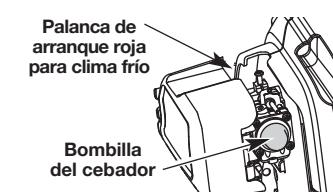
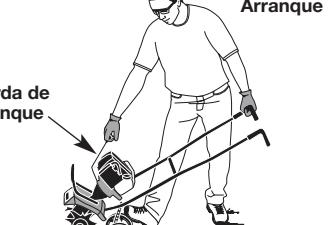

Fig. 5
Fig. 6
SI ESTÁ FRÍO... Para funcionamiento en tiempo de frío (por debajo de 40°F), gire la palanca de arranque para tiempo frío (Fig. 5) hacia abajo hasta la posición de cerrada y continúe al paso 3. NO gire esta palanca hacia abajo si la temperatura está por encima de 40°F.
- Oprima completamente y libere la pera del cebador 10 veces, lentamente. Deberá verse alguna cantidad de combustible en la pera del cebador (Fig. 5). Si no puede ver combustible en la pera, oprima y suelte la pera tantas veces como sea necesario hasta que vea combustible en la misma.
- Sostenga el manillar con una mano y asga la cuerda del arrancador con la otra mano, **no exprima el control de válvula reguladora** (Fig. 6). Tire de la cuerda de arranque con un movimiento firme hasta que la unidad arranque.
- SI HAY FRÍO...** En tiempo de frío (por debajo de 40°F), mueva hacia abajo la palanca de arranque roja para clima frío (Fig. 6) a fin de ponerla en la posición cerrada, y continúe con el paso 3. **NO** mueva esta palanca si la temperatura está por encima de 40°F.
3. Oprima completamente y libere la pera del cebador 10 veces, lentamente. Deberá verse alguna cantidad de combustible en la pera del cebador (Fig. 5). Si no puede ver combustible en la pera, oprima y suelte la pera tantas veces como sea necesario hasta que vea combustible en la misma.
5. **No apriete el acelerador**, oprima y mantenga oprimido el botón ON (I) del arrancador eléctrico o del Power Bit Start™ equipado con taladro a intervalos no mayores de 2 segundos hasta que la unidad arranque.
8. Párese en la posición de arranque (Fig. 6). Incline la unidad hacia atrás de modo que la cuchilla no toque la tierra.